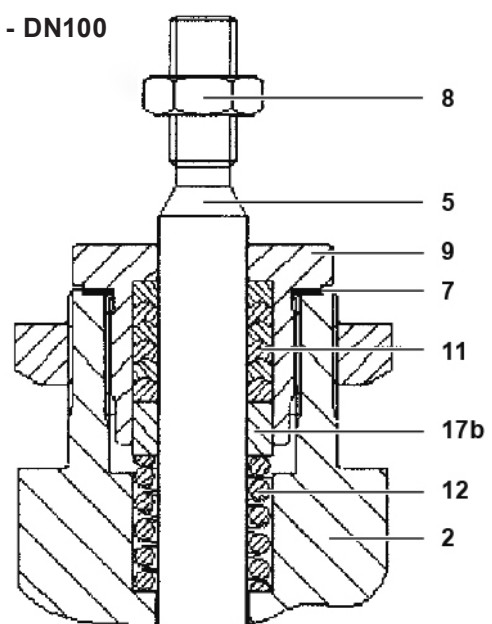

Fig. 6
- c) Retirer l'écrou de blocage (8).
- d) Dévisser l'écrou de presse-étoupe (9), retirer le ressort (12) de la tige. Retirer et mettre au rebut la bague inférieure, l'ensemble d'étanchéité et la bague supérieure (17a + 11 + 17b) ainsi que le joint de l'écrou des garnitures (7).
- e) Examinez les pièces pour détecter tout signe de dommage ou de détérioration et remplacez-les si nécessaire. Notez que des rayures ou des dépôts de tartre sur la tige de vanne (5) entraîneront une défaillance précoce des joints.
- Attention** : Des précautions doivent être prises lors du retrait de l'écrou du presse-étoupe, car du fluide sous pression peut être coincé entre les robinets d'isolement. Nettoyer les pièces en prenant soin de ne pas rayer la tige ou la surface intérieure de l'écrou du presse-étoupe. Si la tige de vanne (5) doit être remplacée, voir les sections 4.2.3 ou 4.2.4.
- f) Pour remplacer l'ensemble d'étanchéité, monter d'abord le ressort sur la tige de vanne, et replacer le joint d'écrou des garnitures (7). La bague supérieure (17a uniquement pour les vannes DN15-DN50), le nouvel ensemble de garniture d'étanchéité (11) et la bague inférieure (17b) doivent être fermement insérés dans l'écrou des garnitures (9), comme indiqué sur la Fig. 6. Éviter d'endommager les surfaces des garnitures. Revisser l'écrou des garnitures (9) sur la tige de vanne, en s'assurant que le joint est correctement logé dans le chapeau. Serrer suivant le couple de serrage recommandé (voir Tableau 1, page 22).
- g) S'assurer que la tige de vanne (5) se déplace librement.
- h) Remettre l'écrou de blocage (8).
4.2.3 Procédure pour le remplacement de la tige, du clapet et des sièges sur les vannes de mélange (se référer aux Fig. 6 et 8)
4.2.4 Procédure pour le remplacement de la tige, du clapet et des sièges sur les vannes de répartition (se référer aux Fig. 6, 7 et 9)